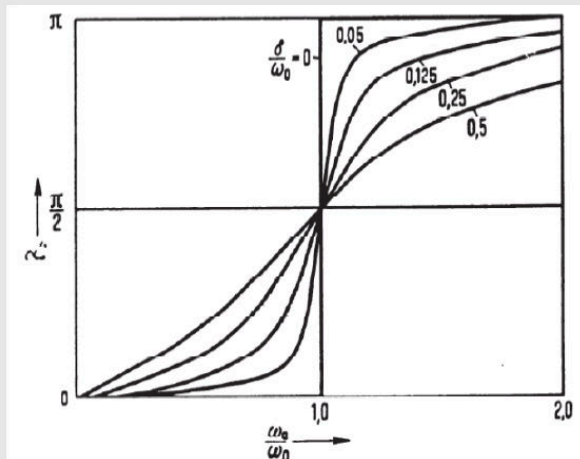

Fig. 8 : Déphasage de l'oscillation forcée pour différents amortissements.
La figure 8 montre la différence de phase de l'oscillation forcée en fonction de la fréquence de stimulation selon l'Eq. (10). Pour les très petites fréquences ω_α la différence de phase est approximativement nulle, c'est-à-dire que le pendule et le couple stimulant sont "en phase".